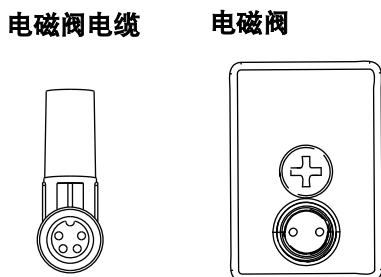
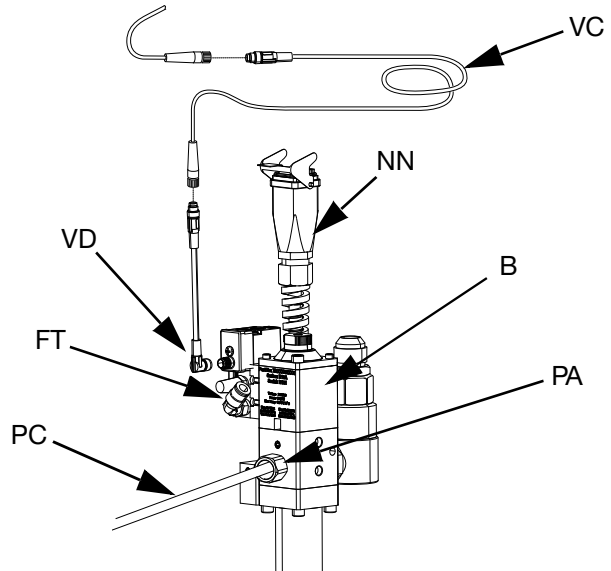

图 30
图 31
12. 将空气管线 (AR) (未提供) 连接到分注阀电磁阀上的空气配件 (FT)。参见 iQ 分注阀说明 - 零配件手册。参见图 31。
- a. 将电磁阀电缆 (VC) 连接至分离器电缆的 M8 4 针端, 该分离器电缆连接至电动驱动器 (AB) 的端口 4。有关单柱塞系统详细信息, 请参见电动驱动器通讯接头通信, 第 18 页。参见图 31。
- b. 将随附的 M8 4 针电缆 (VD) 的 90 度端连接到分注阀, 并将电磁阀电缆的直端连接到 (VC)。参见图 31。
- a. 将分注阀电磁阀电缆连接至串联端子 (R) 上的串联分注阀电磁阀连接器 (YY)。
- b. 将随附的 M8 4 针电缆 (15N040) 的 90 度端连接到分注阀, 并将电磁阀电缆的直端连接到 (VC)。参见图 31。
- c. 将串联端子 (R) 上 M8 4 针分离器 (TT) 的一个外螺纹端连接到与电驱动器 (AB) 的端口 4 相连的分离器电缆的 M8 4 针端, 该驱动器用于柱塞 1 和柱塞 2。有关**串联柱塞**系统详细信息, 请参见串联式柱塞, 第 19 页。
**注释:** 在将电缆插入电磁阀之前, 确保电磁阀电缆上的引脚的朝向如图 30 所示。